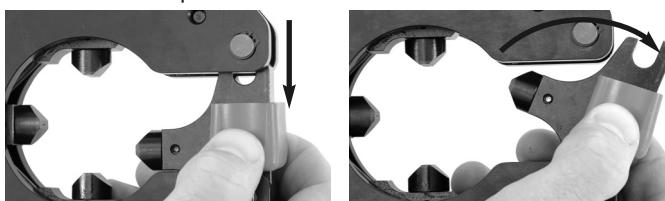

Figure 2 – Ouverture et fermeture de la tête de sertissage
5. Au besoin, ouvrez la tête en tirant sur le manchon du loquet afin de le basculer en arrière (*Figure 2*), puis refermez la tête autour du connecteur à sertir. Assurez-vous que le loquet est entièrement fermé. Ne pas utiliser l'appareil lorsque ce loquet est entièrement ou partiellement ouvert.